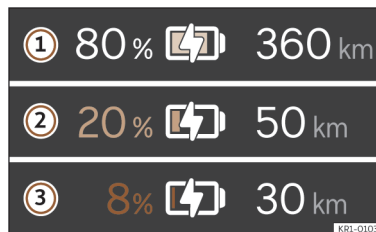

Abb. 2 Im digitalen Kombi-Instrument: Reichweite und Reserve-Anzeige.
Der aktuelle Ladezustand der Hochvoltbatterie wird mit dem Symbol auf dem digitalen Kombi-Instrument angezeigt >>> (Abb. 2) ①. Das Symbol zeigt je nach Ladezustand eine mehr oder weniger gefüllte Batterie an.
Die Fahrzeugreichweite wird je nach gewählter Einstellung in Kilometer (km) oder Meilen (mi) angegeben >>> (Abb. 2) ②.
Reservebereich >>> (Abb. 2)